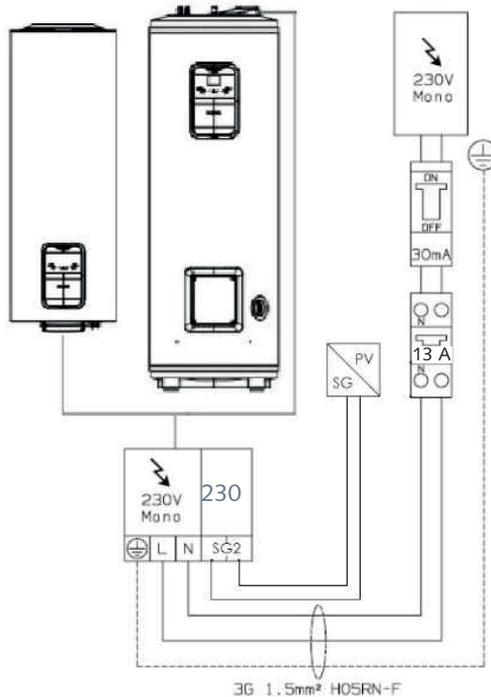

Fig. 14 : Féseau électrique intelligent (Smart Grid)
Fig. 14	Si vous avez un système PV ou un signal SG (smart grid), vous pouvez raccorder un câble bipolaire depuis l'onduleur ou le câble de signal SG au boîtier électrique (brancher le câble dans la gaine de câble dédiée). Raccordez le câble (C) au connecteur « SIG2 » et activez la fonction PV (P11) ou SG (P13) au menu de l'installateur (voir paragraphe 7.7). Attention : signal 230 V.